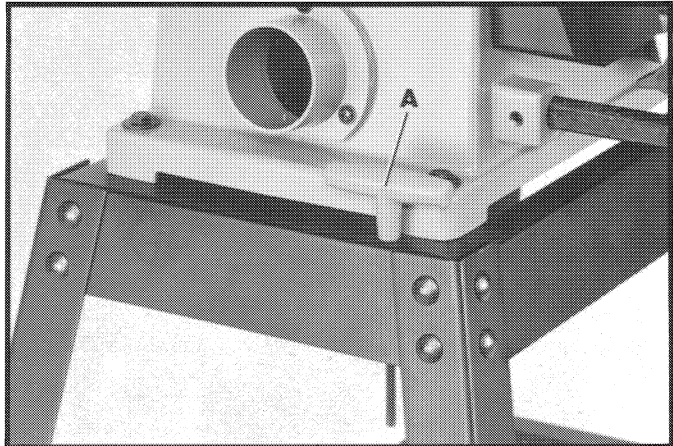

Fig. 38
Se proporciona un agujero en el estante para almacenar la llave hexagonal (A) Fig. 38 suministrada con la lijadora.